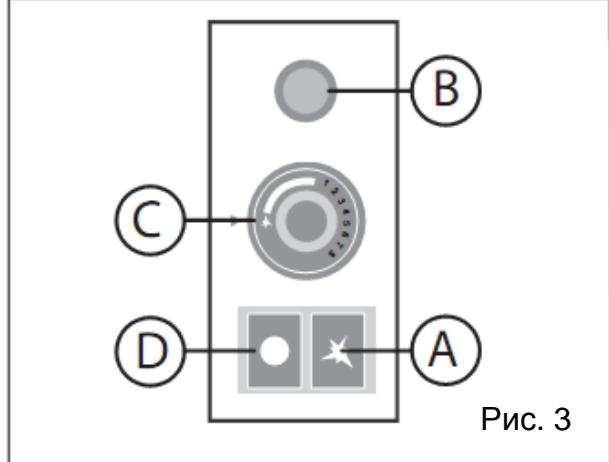

Рис. 3
- Перевести рукоятку термостата в положение розжига (см. рис. 3С)
- Следует нажать и удерживать кнопку подачи газа на запальник (см. рис. 3А) в течение 20 секунд, и одновременно нажать кнопку розжига (см. рис. 3В) несколько раз, пока запальник не воспламенится.
После розжига запальника перевести рукоятку термостата в положение, соответствующее требуемой температуре (см. рис. 3С).
По окончании работы следует нажать кнопку «D» (см. рис. 3), чтобы выключить изделие.